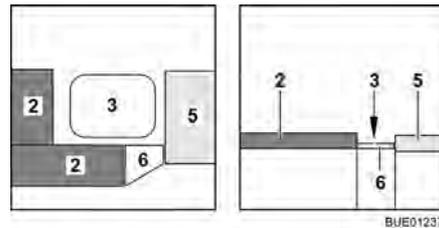

Fig. 92 Durante la trasformazione
- Agganciare l'allargamento letto (Fig. 92,6) nelle cassapanche.